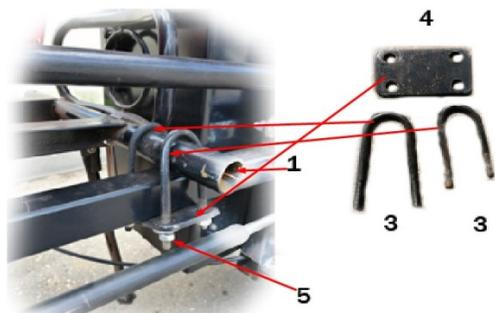

Рис. 3
2. Соединить трубу подставки под двигатель (1) с рамой адаптера (2) при помощи крепежных скоб (в комплекте 2 длинные и 2 короткие скобы) (3) и пластин крепления (4) путем закручивания гаек М10 (см. Рис. 3)